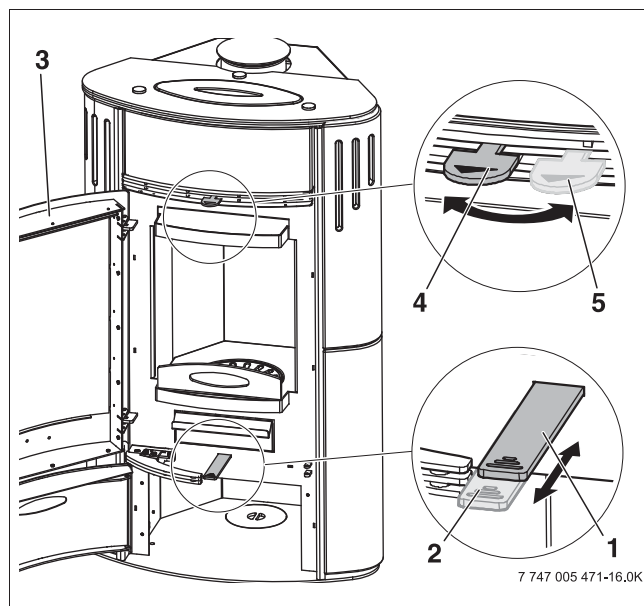

Рис. 20 Заслонки первичного и вторичного воздуха
- ▶ Откройте заслонки первичного и вторичного воздуха (→ рис. 20, [2], [4]).